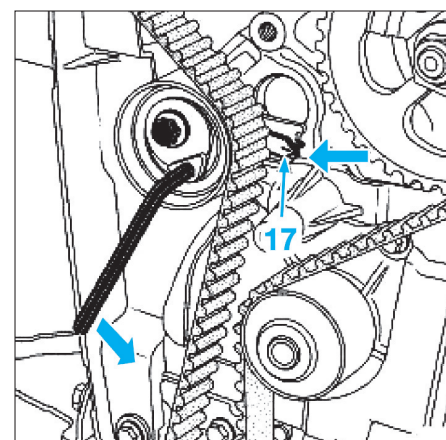

Fig. 20
- Amener l'index mobile (17) du galet tendeur en face de l'ergot, en tournant l'excentrique dans le sens antihoraire à l'aide d'une clé six pans de 6 mm (Fig.20).